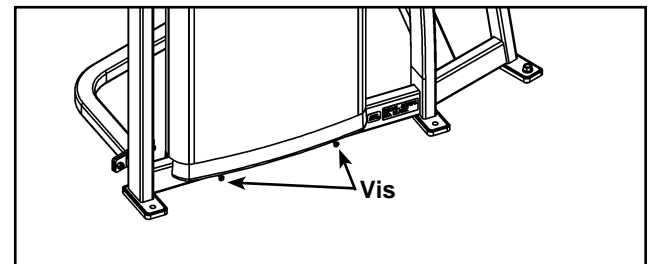

Figure 3
- F. Desserrez les deux vis inférieures illustrées à la figure 3.